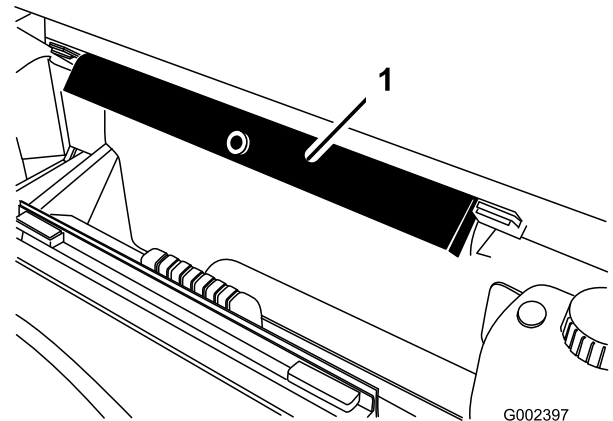

Figura 33
2. Retire o suporte da plataforma dos suportes existentes na parte de trás do painel do sistema ROPS (Figura 33).